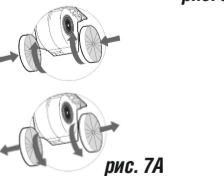

рис. 7А
- 6.4 Установите фальштрубы (рис. 7).